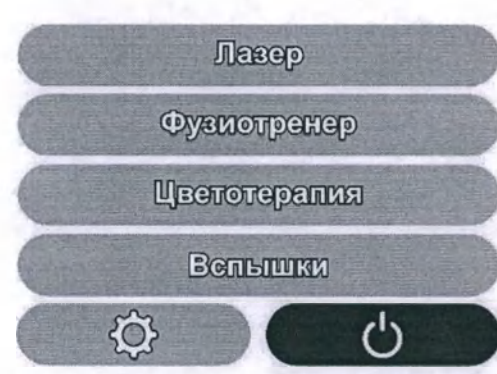

Рисунок 15 – Выключение дисплея (подсветки дисплея) пульта управления
4.2.4 Выключение дисплея (подсветки дисплея) (рисунок 15)
1. Моментальное отключение подсветки дисплея пульта управления (рисунок 15)